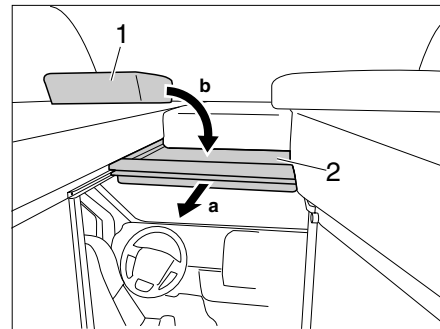

Fig. 61 Serrure de la cabine de conduite
- Fermer la porte (Fig. 61,1) en la poussant jusqu'à ce qu'elle se verrouille dans la serrure.
- Faire tourner la poignée (Fig. 61,2) dans le sens inverse des aiguilles d'une montre jusqu'à ce que la porte soit verrouillée.
- Faire tourner la poignée (Fig. 61,2) dans le sens des aiguilles d'une montre jusqu'à ce que la porte soit déverrouillée.
- Ouvrir la porte (Fig. 61,1) et la verrouiller.